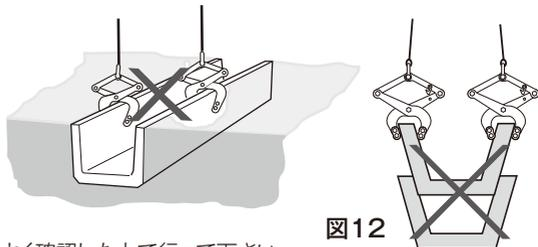

図12
- ◆ 以下の吊り方は出来ません。(クランプが変形・破損する恐れがあります。)(図12)